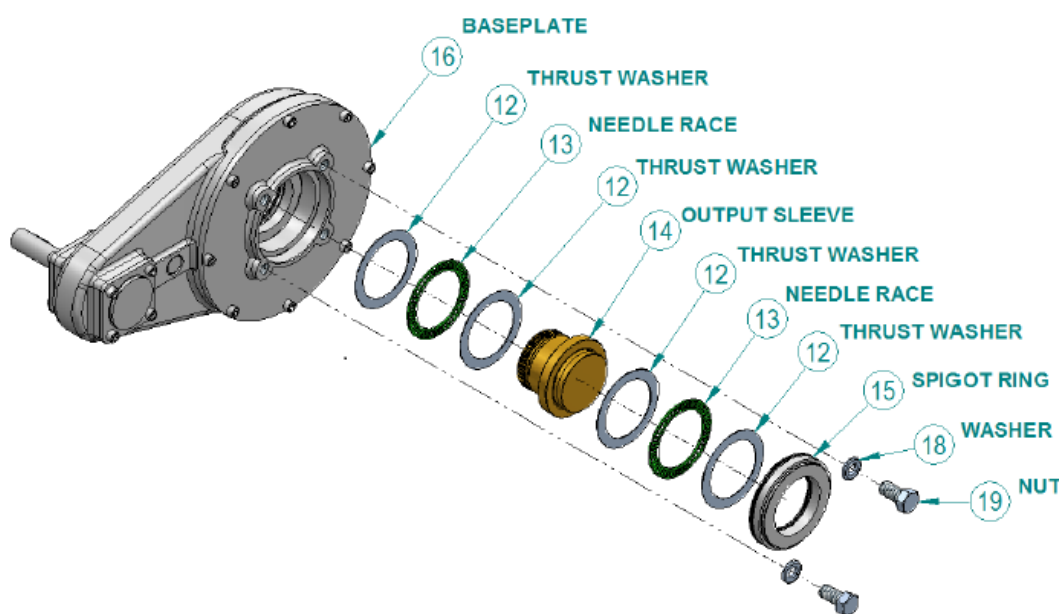

Bild 8: Zusammenbau der Getriebeausgangsbuchse
Siehe Bild 8: Beachten Sie, dass die Ausgangsbuchsen-Anordnung bei IB- und IS-Getrieben identisch ist. Die Buchse (14) kann leicht vom Getriebe entfernt werden, indem zuerst der lockere Arretierungsring (15) von der Grundplatte (16) entfernt wird. Es kann erforderlich sein, auf die mit „C“ gekennzeichnete Fläche etwas Druck auszuüben, um die Buchse zu entfernen.
1. Vergewissern Sie sich, dass die bearbeitete Ausgangsbuchseneneinheit korrekt an das Getriebe montiert ist (Siehe Bild 8).